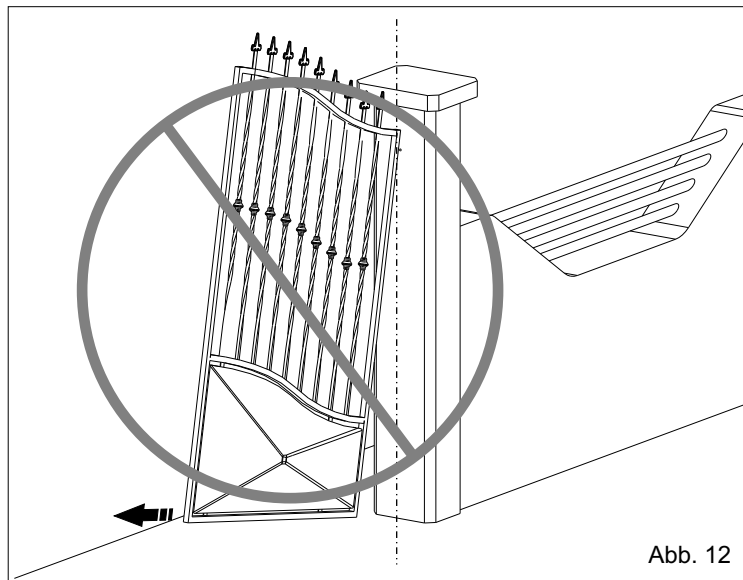

Abb. 12
**3.8.** Darauf achten, dass die Flügel nicht außerhalb der Achsen (Abb. 12 und 13) positioniert werden, und so vorgehen dass die Welle mit der Rotationsachse des Scharniers übereinstimmt und berücksichtigen, dass der Mindestabstand von der Säule 60 mm ist (Abb. 14).